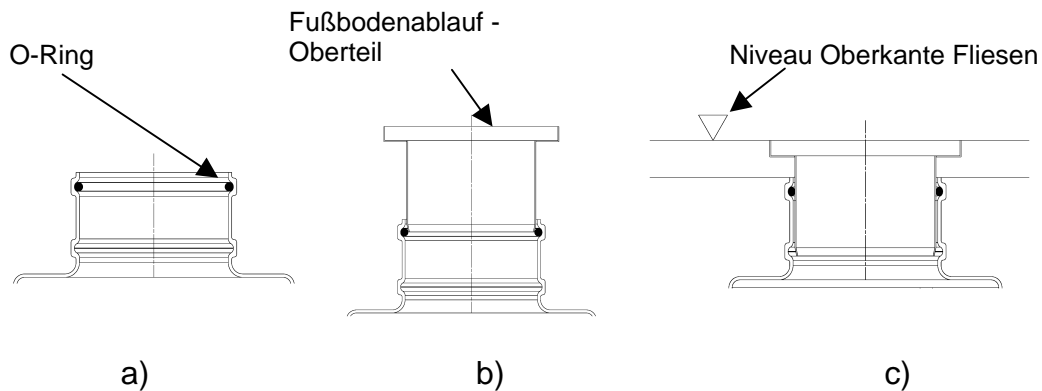

Bild 7
- Einsetzen und Ausrichten des Fußbodenablauf - Unterteil (Bild 7).